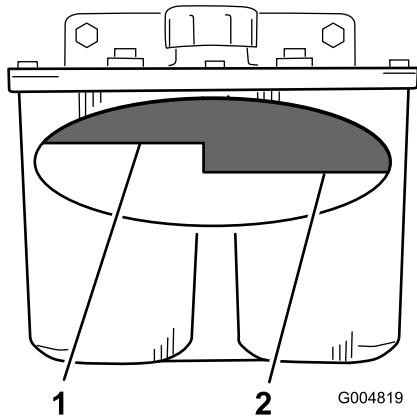

Figure 72
2. Nettoyez la surface autour du goulot de remplissage du réservoir hydraulique (Figure 72).
3. Enlevez le bouchon du goulot de remplissage et vérifiez si le réservoir contient du liquide (Figure 72).
- Remarque:** Lorsque l'huile est chaude, le niveau de liquide doit atteindre le haut du repère « à chaud » sur le déflecteur (Figure 72).